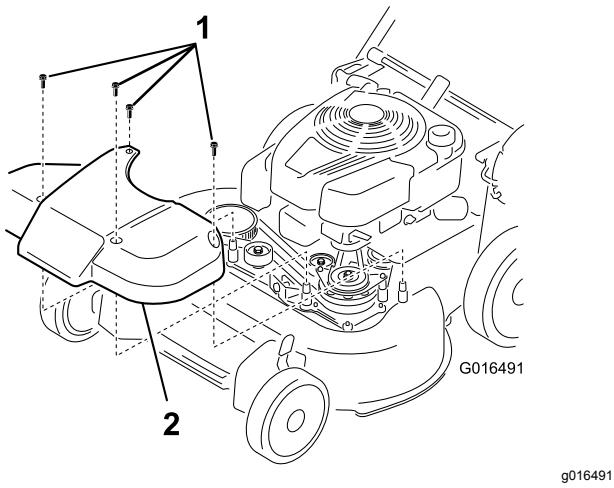

Figure 39
1. Déposez le couvercle du système d'entraînement des lames (Figure 39).